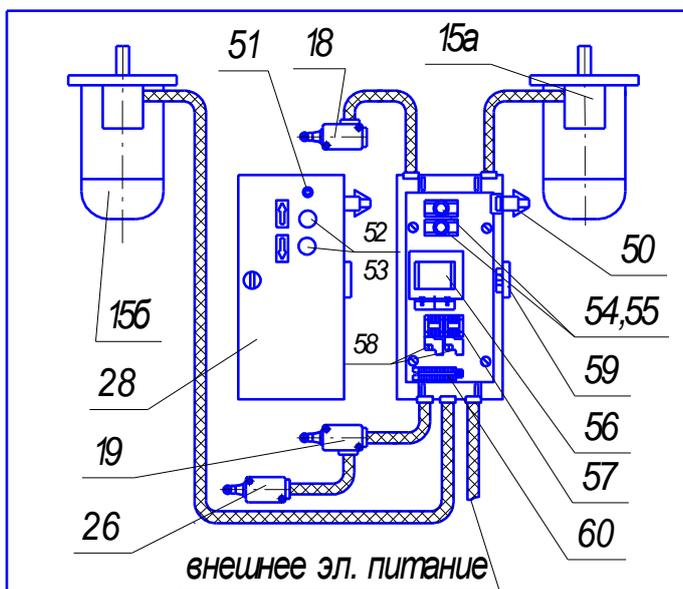

Рис.7. Схема расположения электроизделий.
5.7. Пульт управления (Рис.7).